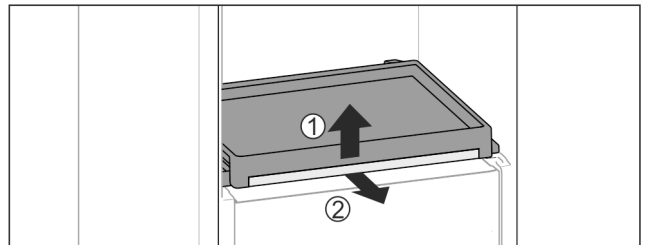

Fig. 178
- Rimuovere il ripiano estraibile con ripiano di vetro: sollevare leggermente in avanti il ripiano di vetro Fig. 178 (1) e tirarlo in avanti Fig. 178 (2).